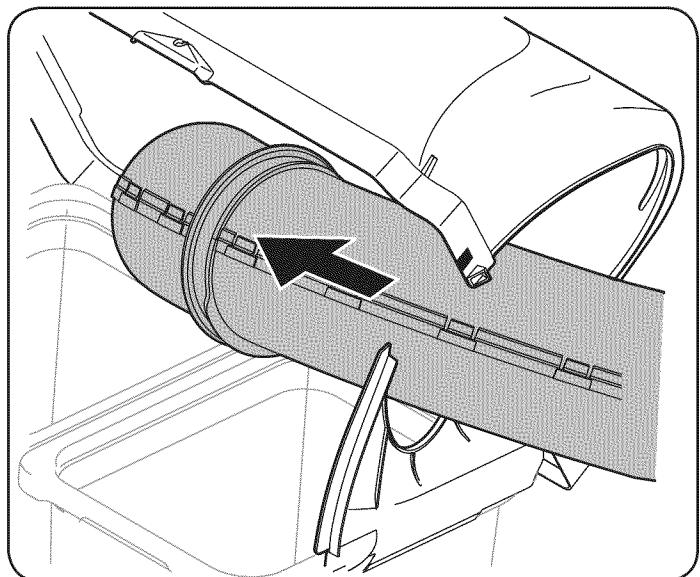

Figure 23
- Con la tapa del colector de hierba abierto, instale el conducto de descarga superior a través del conducto de descarga, abertura, como se ve en la Figure 23.